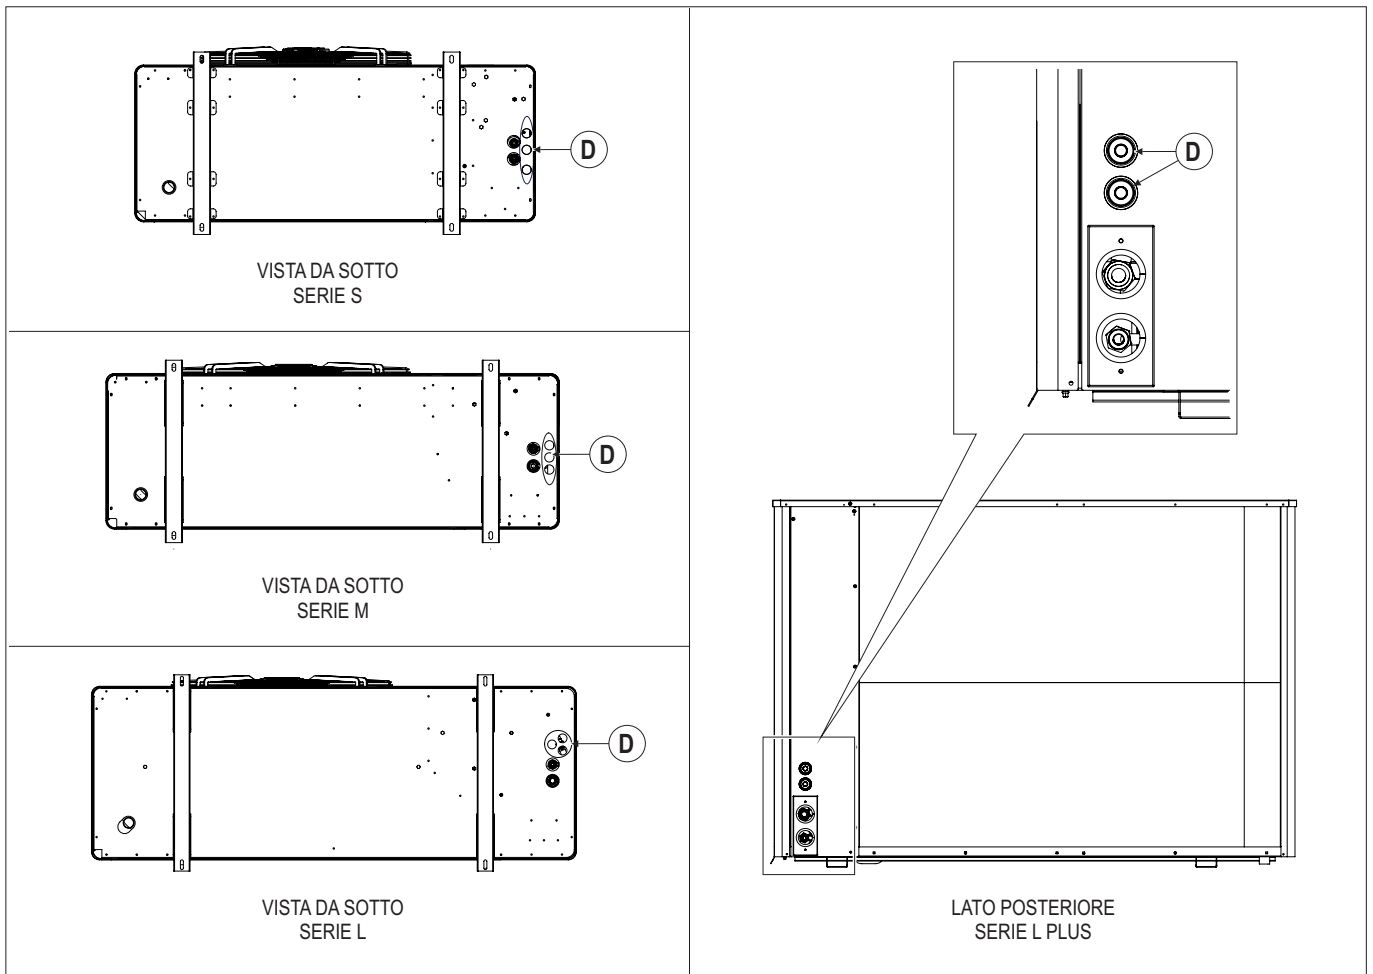

FIG. 41 (Collegamento alla fonte di energia elettrica)
- 1) Inserire il cavo di alimentazione elettrica alla base della macchina o sul lato posteriore in base alla serie di macchina nei fori con pressacavi (FIG. 41 - Rif. D)